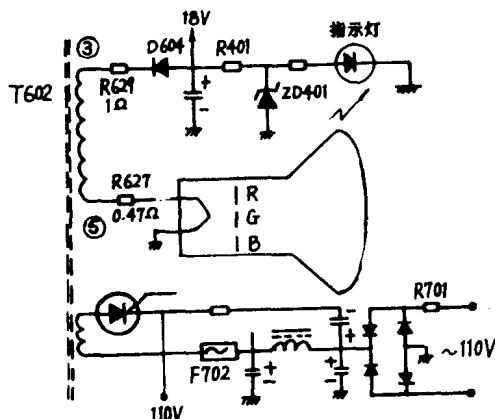

图 1 指示灯、显像管灯丝电压供给电路
《故障分析与维修》 K—160 显示器指示灯和显像管灯丝电压均由行输出变压器 T602(3)脚和(5)脚提供。电路如图 1 所示。显示器指示灯亮，开机和关机瞬间可听到偏转线圈发出的声音，显像管屏幕有高压静电反映，这说明电源，行扫描电路和视频通道电路都正常。故障在显像管或显像管供电电路。
(2)显像管灯丝电压没加上。插好显像管尾板，用数字万用表交流 20V 档测量显像管(管座(9)、(10)脚)灯丝电压为 0V。既然行输出工作正常，行输出变压器(5)脚就应该有行逆程脉冲，用数字万用表交流 20V 档测量结果为 5.6V。因此故障可能在灯丝供电电路(见图 1)，将电阻 R629 一脚焊开测量电阻阻值为无穷大(正常值为 $0.47\Omega / 1W$)，电阻 R629 已断，更换 R629，加电显像管灯丝亮了，荧光屏光栅正常，图像显示正常，故障排除。